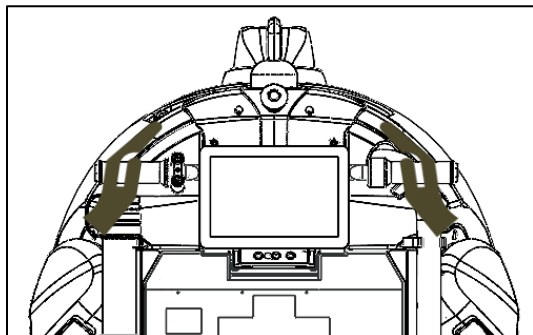

Fig. 1
- De REX SCRUB manueel verplaatsen: plaats beide handen op het stuur, draai aan de gashendel om vooruit te gaan (Fig. 1).